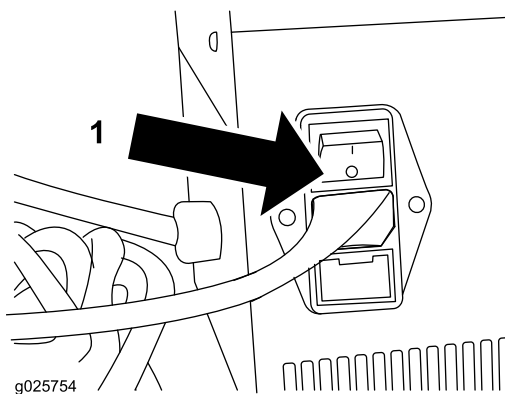

Figura 5
4. Verificate che il caricabatteria sia spento (Figura 5).